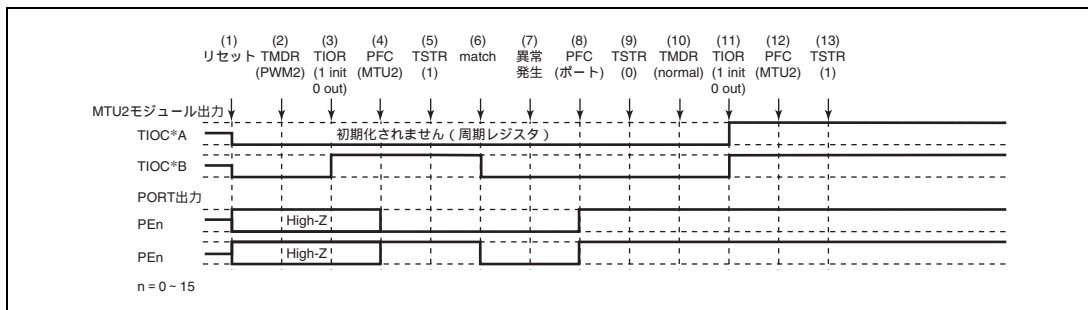

図 12.127 PWM モード 2 で異常が発生し、ノーマルモードで復帰する場合
PWM モード 2 で異常が発生し、再設定後ノーマルモードで再スタートする場合の説明図を図 12.127 に示します。
(1) ~ (9) は図 12.127 と共通です。
(10) PWM モード 1 を設定します。
(11) TIOR で端子を初期化してください (PWM モード 1 では TIOC*B 側は初期化されません)。
(12) 汎用入力ポートで本モジュール出力としてください。
(13) TSTR で再スタートします。
(15) PWM モード 2 で動作中に異常が発生し、PWM モード 2 で再スタートする場合の動作
(10) PWM モード 2 で再スタートする場合には必要ありません。
(11) TIOR で端子を初期化してください (PWM モード 2 では周期レジスタの端子は初期化されません)。
(12) 汎用入出力ポートで本モジュール出力としてください。
(16) PWM モード 2 で動作中に異常が発生し、位相計数モードで再スタートする場合の動作
- (1) ~ (9) は図 12.127 と共通です。
- (10) 位相計数モードを設定します。
- (11) TIOR で端子を初期化してください。
- (12) 汎用入出力ポートで本モジュール出力としてください。
- (13) TSTR で再スタートします。
(17) 位相計数モードで動作中に異常が発生し、ノーマルモードで再スタートする場合の動作